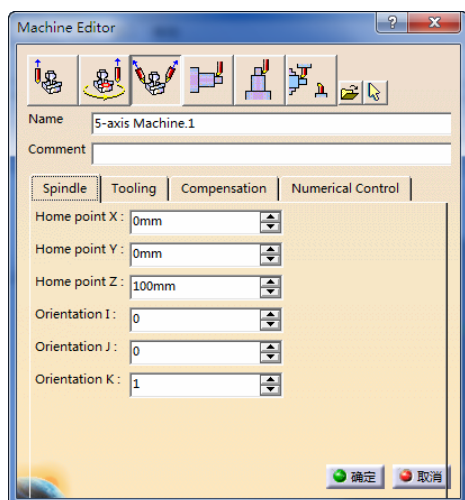

图 4-4 “Machine Editor”对话框(1)
2) 机床设置。单击“Part Operation”对话框中的 machine 按钮, 弹出“Machine Editor”对话框(1), 选择“5-axis Machine.1”, 如图 4-4 所示。